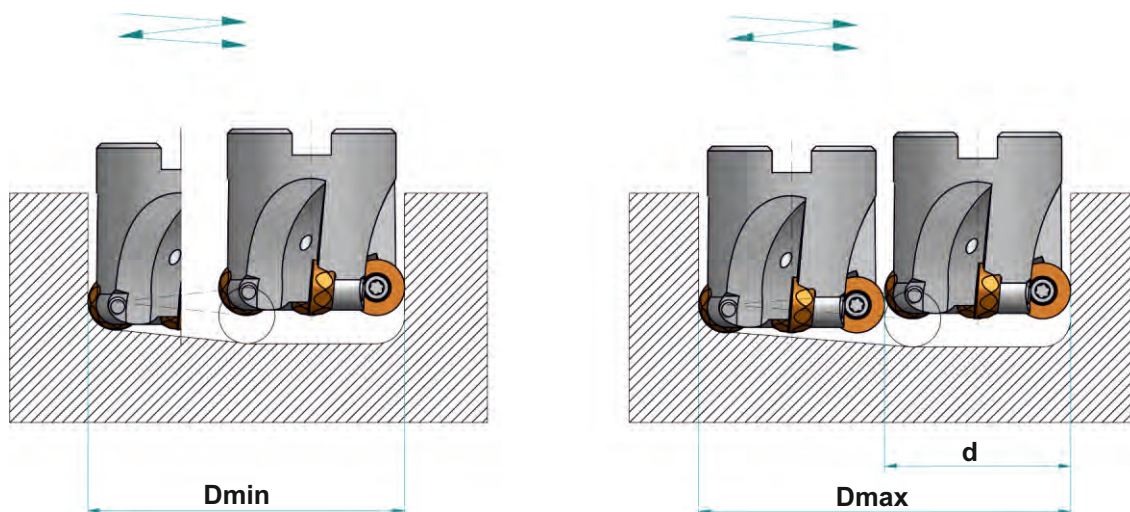

Rys. 2.
2. Maksymalne kąty α [°] zagłębiania skośnego w materiale pełnym - rys.2.